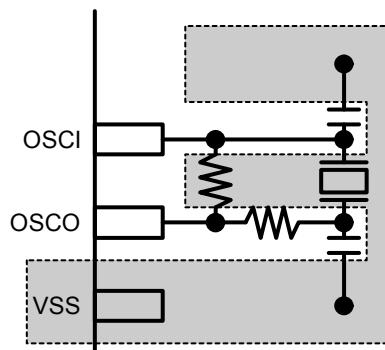

図 9.4 発振回路 VSS パタン例
- OSCI, OSCO 端子と配線は、基板の隣接する層も含め、VSS でシールドしてください。配線する層は、図 9.4 のように広めにシールドしてください。隣接する層については、できれば全面をグラウンド層に、最低でも上記端子と配線の周囲を 5mm 以上カバーするようにシールドしてください。この対策を施した場合でも、前述の通りデジタル信号線との並走は禁止します。他の層での交差についても、スイッチング頻度の低い信号以外はできるだけ避けてください。